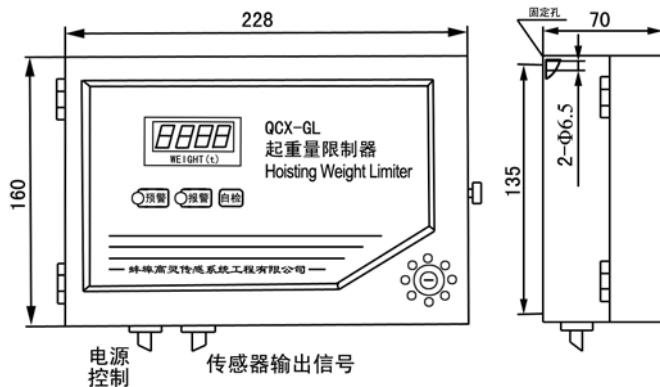

图 3
(1)打开仪表盒，用 2 只 M6 螺钉把仪表固定在司机室中便于观察的位置上，如果符合原 QCX-2 型安装尺寸 360 要求，可另配安装条。安装要牢固，如果司机室振动过于强烈，应采取适当的防振措施。电气控制箱的外形尺寸见图 3。